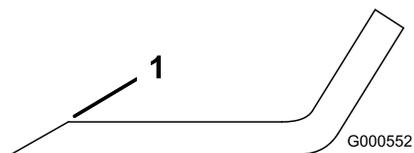

Bild 69
1. Schärfen Sie die Schnittkante an beiden Enden des Schnittmessers mit einer Feile (Bild 69).
Hinweis: Feilen Sie, wenn das Schnittmesser nicht ausgewuchtet ist, vom Flügelbereich des Messers etwas Metall ab (Bild 69).